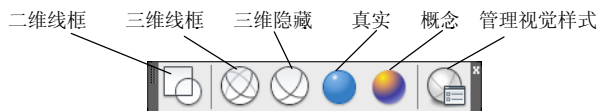

图 1-8 “视觉样式”工具栏
1) 打开图 1-8 所示的“视觉样式”工具栏。单击其中一个按钮，视图即可显示相应的视觉样式。“视觉样式”工具栏中只有 AutoCAD 2010 及以前版本的五个视觉样式：“二维线框”、“三维线框”、“三维隐藏”、“真实”、“概念”，若要使用其余样式，可用其它几种方法。